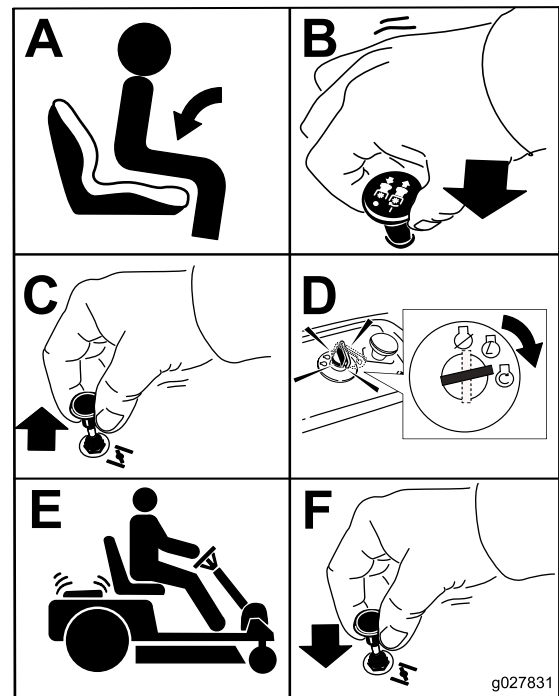

Bild 26
1. Stellen Sie den Zapfwellenantriebsschalter in die AUS-Stellung, um die Messer auszukuppeln (Bild 26).